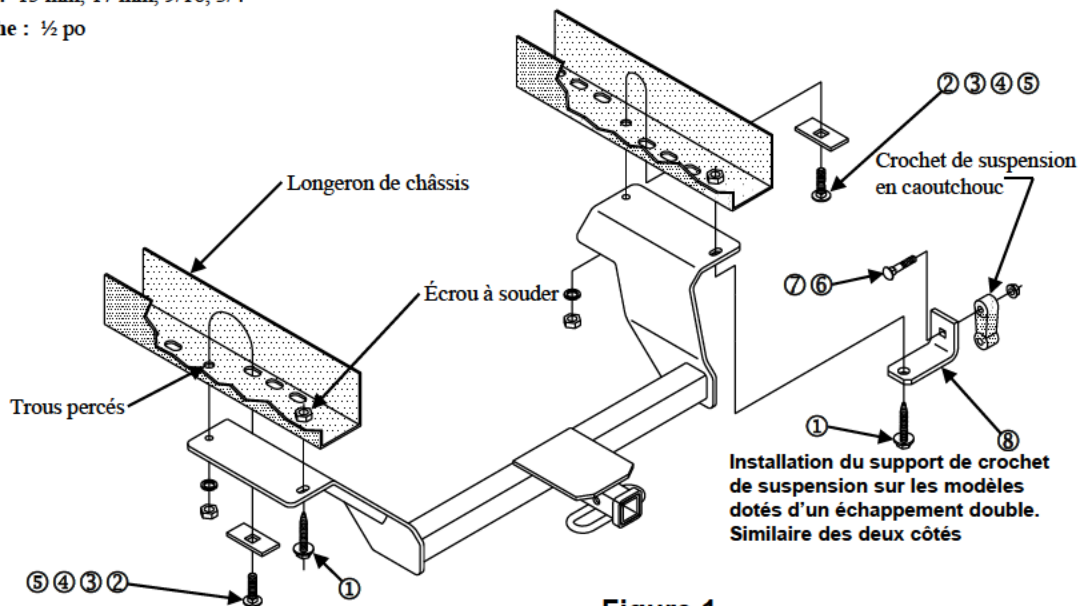

Figure 1
3. Baisser l'attelage et mettre en place les boulons de carrosserie et les blocs à l'aide d'un fil de tirage, comme illustré à la figure 1.